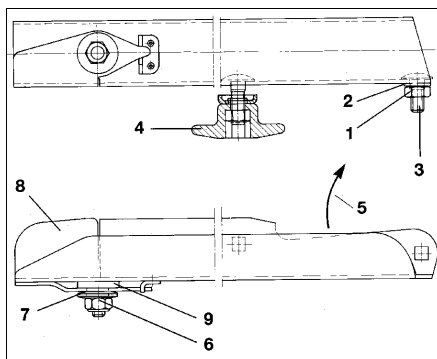

Fig. 60
- Den selvlåsende møtrik (messing CuZn) (Fig. 60/6) løsnes og samtidigt fjernes bladfjederen (Fig. 60/7).
- Vippe ledet . (Fig. 60/8)udskiftes.
Vær opmærksom på plastskiven (Fig. 60/9) imellem spredskovlen og vippe ledet..
- Den selvlåsende messingmøtrik (Fig. 60/6) spændes med et moment på **6 - 7 Nm**, så vippe ledet kan vippes op med hånden, men ikke kan vippe op af sig selv under arbejdet.